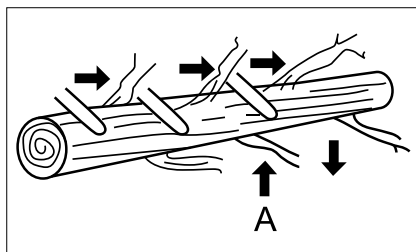

Fig. 18
L'ébranchage s'effectue pour l'élimination des branches d'un arbre tombé. Ne coupez pas les branches qui soutiennent le tronc et l'empêchent de rouler (A) jusqu'à la fin de l'ébranchage (fig. 18). Les branches sous une tension externe doivent être coupées de bas en haut pour éviter de coinçage de la scie.